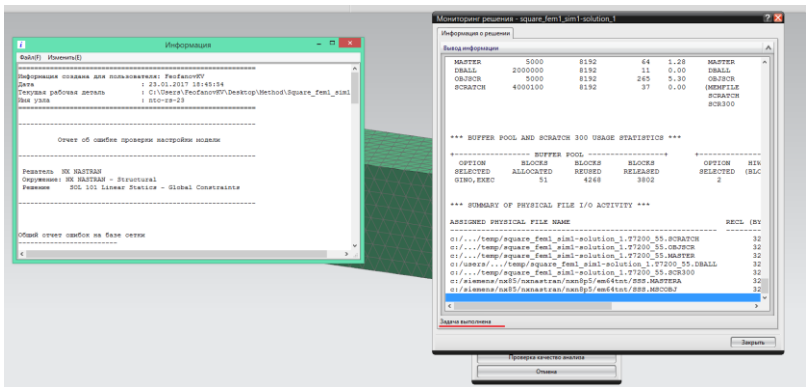
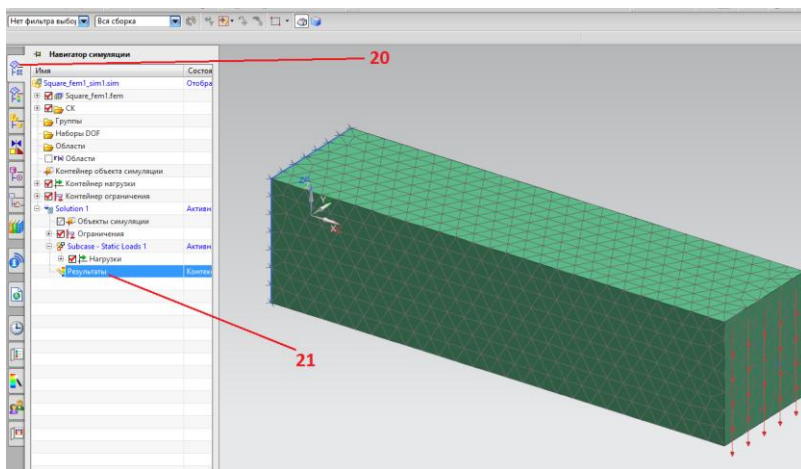

Рисунок 16. Окно отображения результатов
Рисунок 17. Окно «Дерева построения модели»
После того как задача была решена необходимо отобразить результаты (рисунок 16). Нужно открыть дерево построения модели (20) и найти раздел результаты (21). Кликнуть по этому разделу левой кнопкой мыши два раза и перейти по этому разделу (рисунок 17).